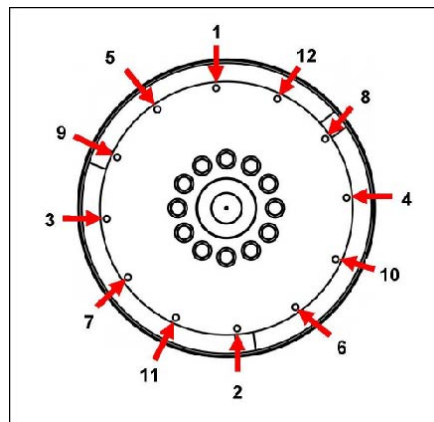

图 11. 固定顺序
10. 拆下校准销。使用头下方的大尺寸垫圈，安装耦合螺栓。按照所示顺序拧紧螺栓以将耦合盘固定到飞轮上。 图 11 位于页面 目录 26。